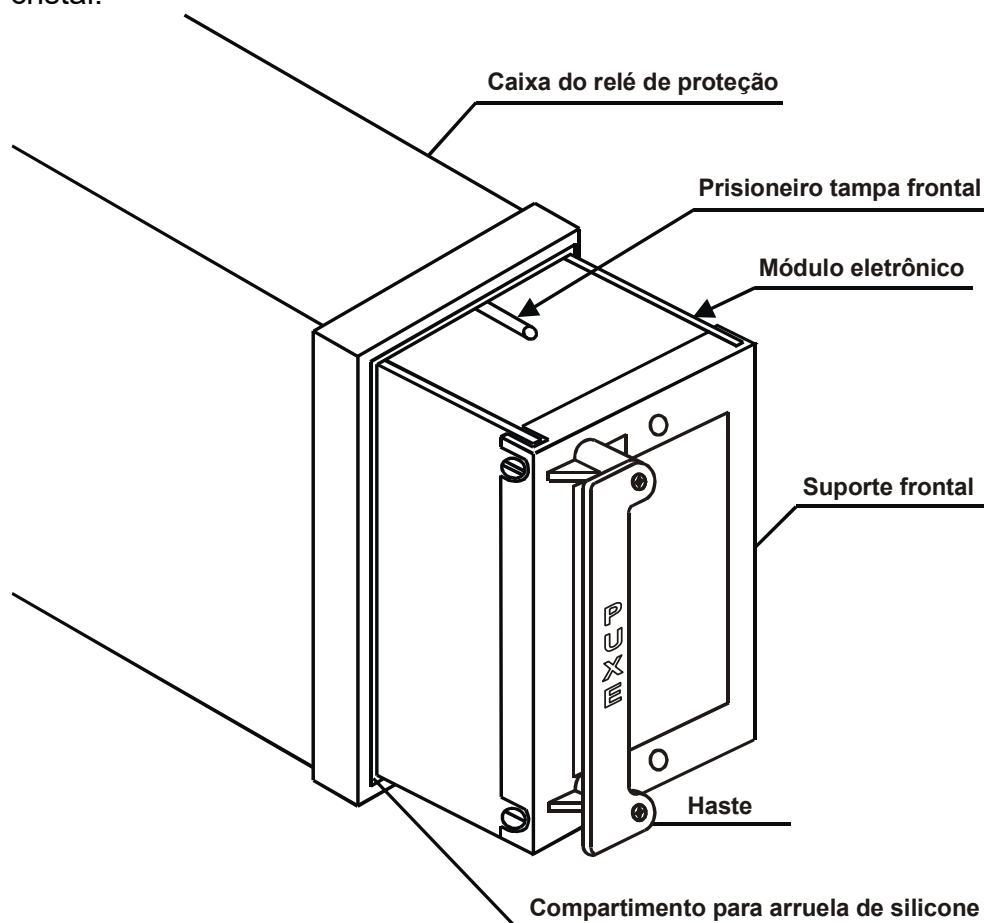
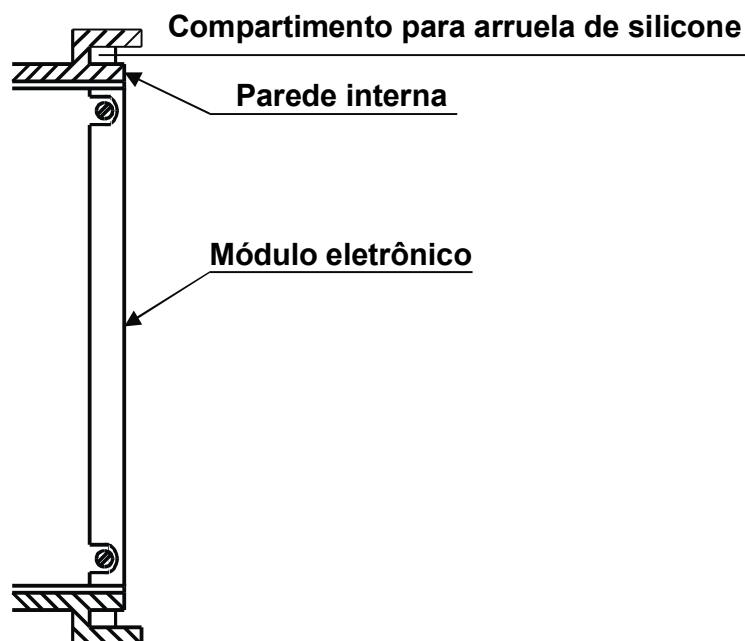

Figura 8: Inserção do módulo eletrônico
Figura 9: Vista em corte do encaixe do relé
- a) posicionar o módulo eletrônico (figura 8) na caixa do relé. Utilize haste (figura 8) para encaixar as placas de circuito impresso do módulo eletrônico nas guias internas da caixa.
**b)** aplicar pressão nas laterais da haste (figura 8) até que o suporte encaixe totalmente na caixa do relé, ou seja, o módulo precisa ficar totalmente alinhado com a parede interna do compartimento para arruela de silicone (figura 9). Aplicar pressão considerável para um encaixe uniforme e seguro. O sistema de conexão é extremamente robusto e suporta o mecanismo de inserção do relé.